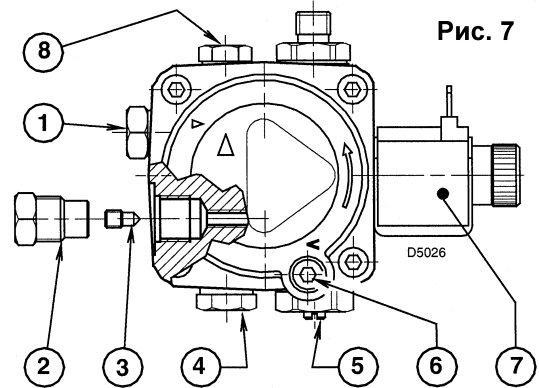

Рис. 7
- Насос настроен изготовителем на работу по двум шлангам. Для работы по одному шлангу открутите возвратную гайку (2), снимите винт байпаса (3) и закрутите гайку (2) (см. рис. 7).
На агрегате на рис. 6 достаточно ослабить крепление вакуумметра (6, рис. 7) и дождаться вытекания топлива.
- регулировка осуществляется винтом (5, см. рис. 7 на стр. 4).
- Для осуществления регулировки необходимо воспользоваться кнопкой (1), предварительно сняв с нее защитную крышку (3). Для снятия защитной крышки необходимо ослабить винт (2).
- После установки положения воздушной заслонки необходимо вернуть защитную крышку (1) в первоначальное положение, закрепив ее винтом (2).
- Горелка оборудована электромагнитным механизмом (4) который предотвращает биение воздушной заслонки при запуске горелки, а также при увеличении противодавления в котле.